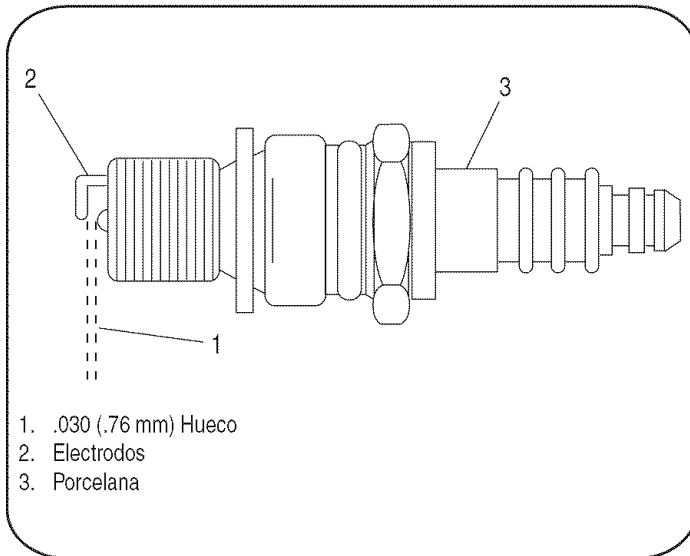

Figura 5-3
- Limpiar la bujía y regraduar la separación a .030" una vez por temporada por lo menos o cada 50 horas de operación. Ver la Figura 5-3.